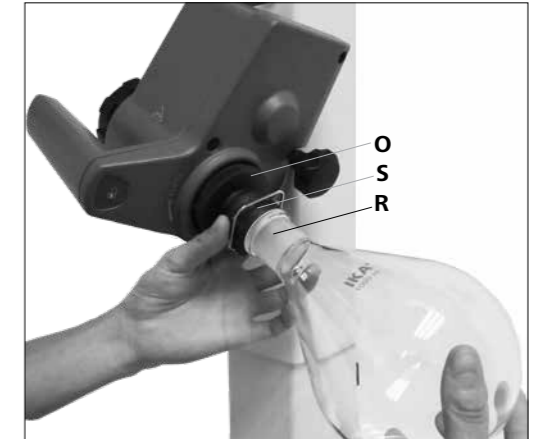

Fig.15a
- Helyezze a forraló lombikot a gőzátvezető csőre (R). (Fig. 15a)